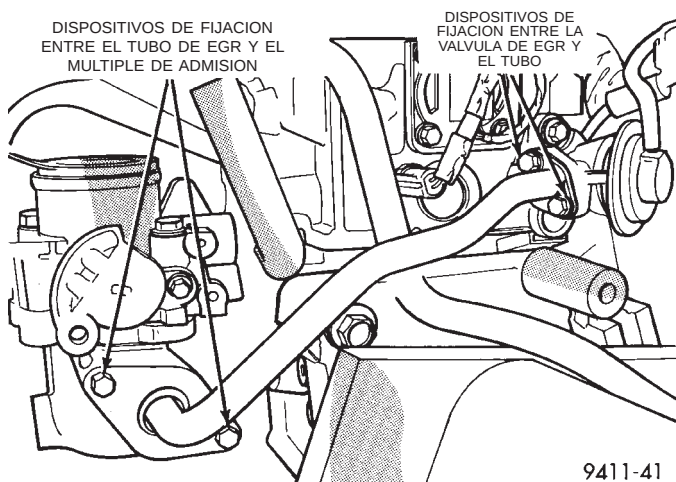

Fig. 23 Conjunto de tubo—característico
(11) Retire los pernos del tubo de EGR situados en la válvula y en el múltiple de admisión (Fig. 23). Retire el tubo del motor y deseche las juntas.